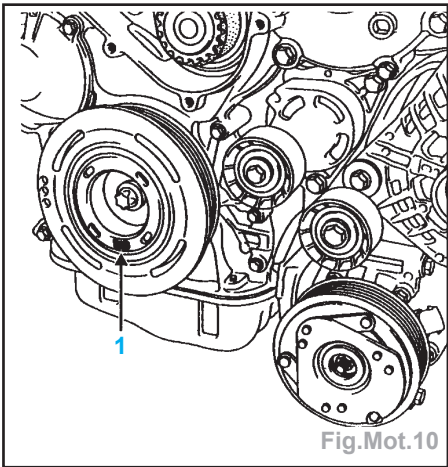

Fig.Mot.10
- Positionner le repère PMH (1) de la poulie accessoires de vilebrequin quasiment à la verticale moteur (Fig.Mot.10).